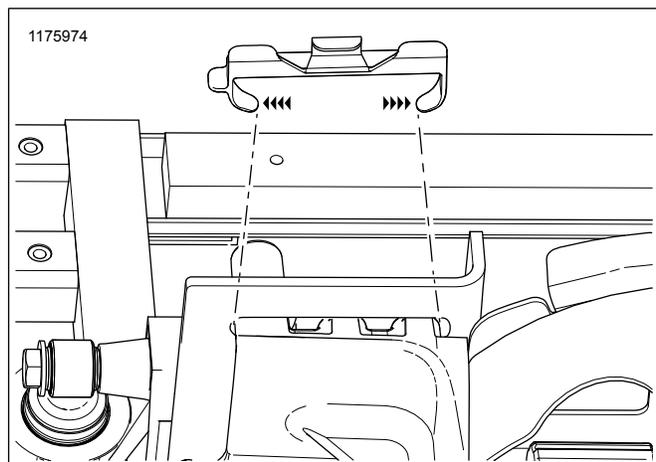
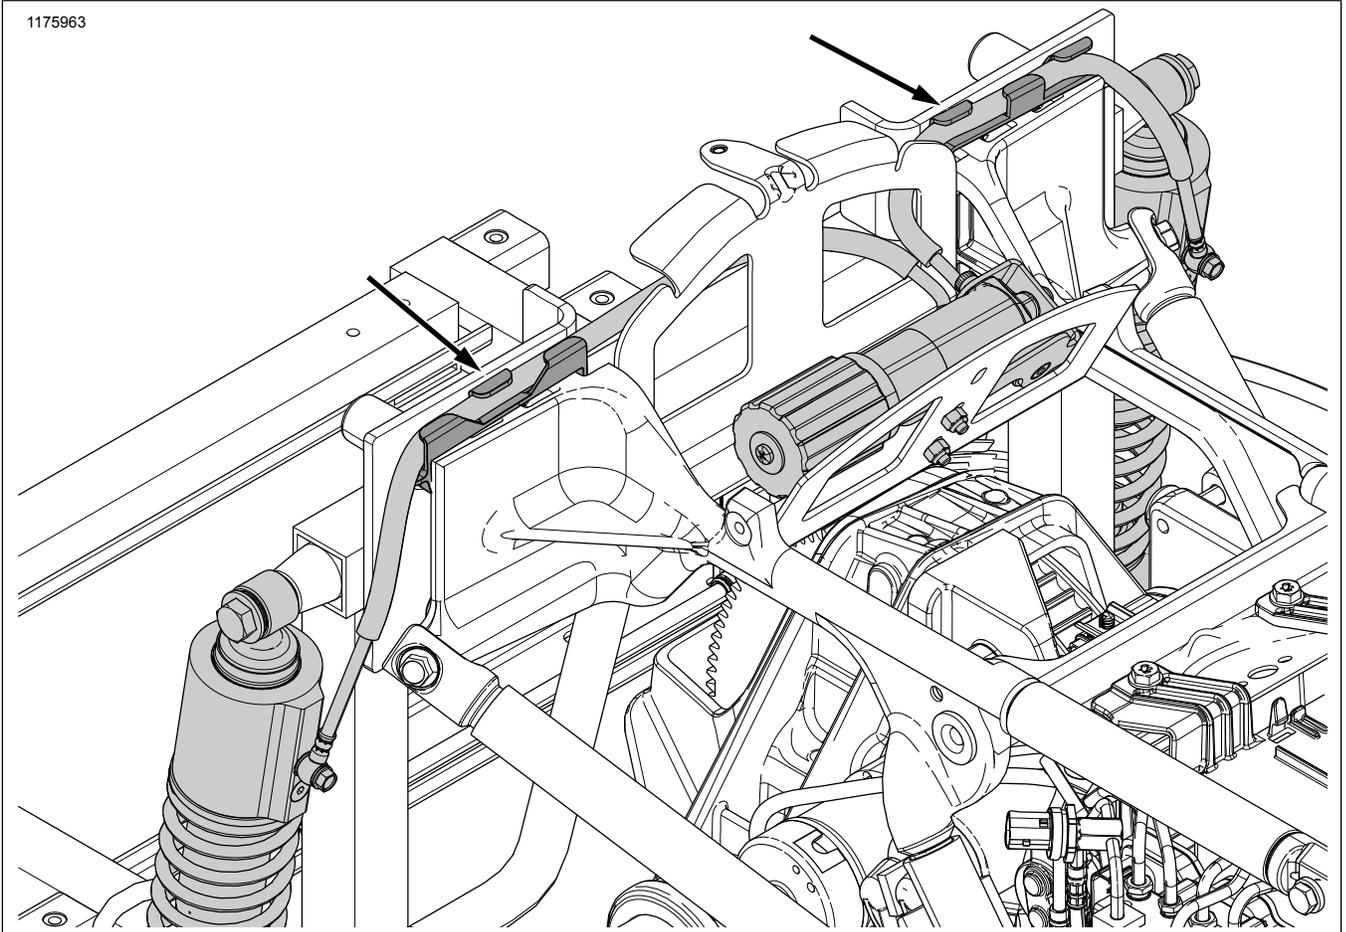

Figure 2. Installation de l'arrêteur du tuyau d'amortisseur (côté droit illustré)
Figure 3. Acheminement du tuyau d'amortisseur et emplacement de l'arrêt (pièces démontées pour visibilité)
3. Consultez Figure 2 et Figure 3 . Installez les arrêteurs de ligne avec leurs languettes pointant vers l'extérieur.
Consultez Figure 3 . Orientez les amortisseurs, les tuyaux et le régleur comme indiqué.
14. Consultez Figure 3 . Acheminez le régleur et le support à travers l'ouverture dans le châssis, comme indiqué.
16. Installez les écrous de serrage (4) sur les goujons du support de montage. Serrez.